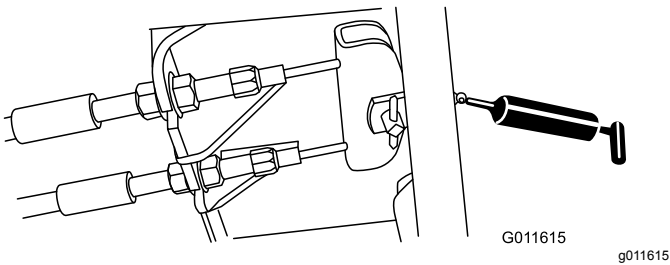

Figura 70
- Pedal de freno (1) (Figura 70)